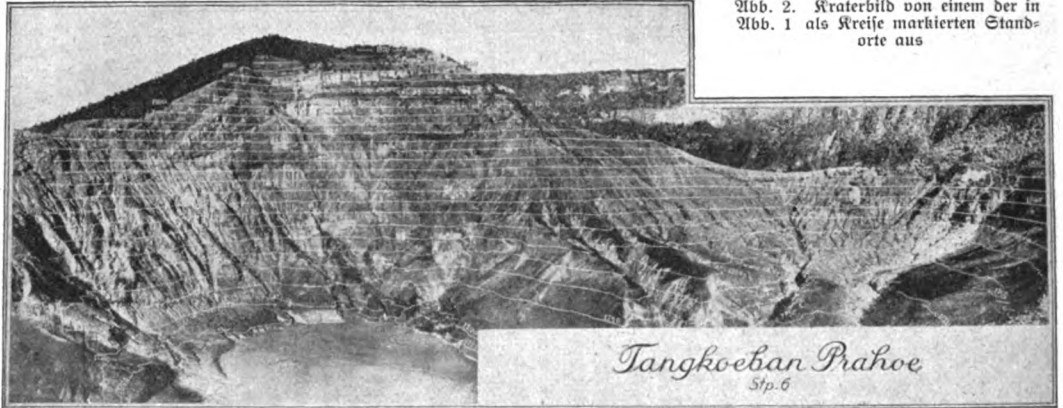
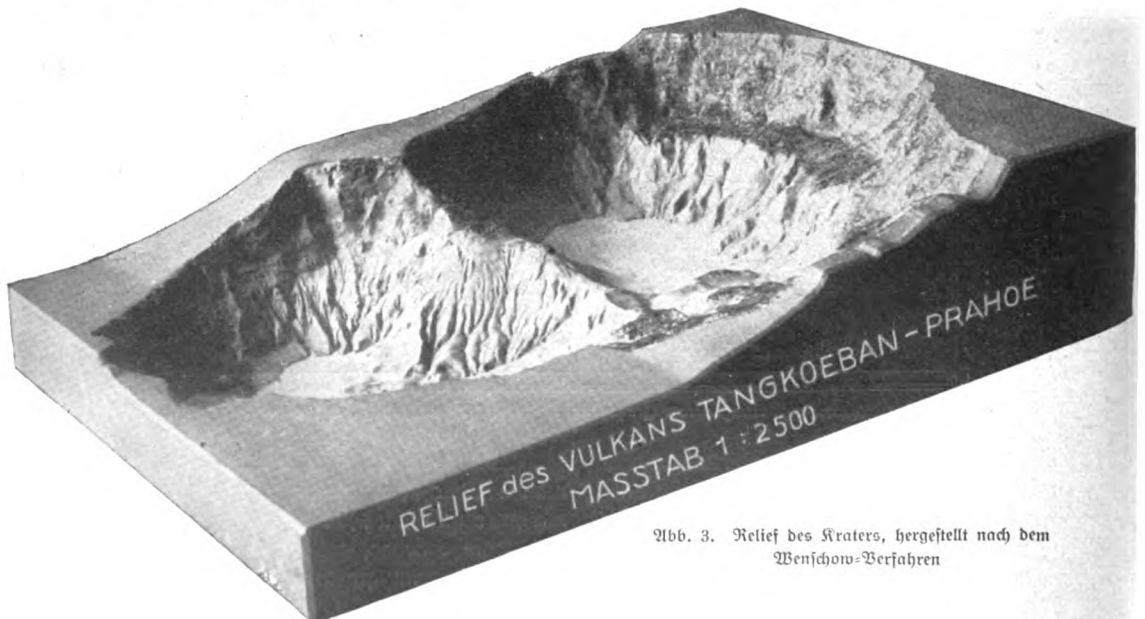

Abb. 2. Kraterbild von einem der in Abb. 1 als Kreise markierten Standorte aus
Abb. 3. Relief des Kraters, hergestellt nach dem Wenschow-Verfahren
*) Die Karte stellt nur den kleineren der beiden zum Vulkan Tangkoeban Prahoe gehörenden Krater dar. Das Relief Abb. 3 läßt beide Krater erkennen.
In Abb. 2 ist eins der vom Aufnahmeort 6 gewonnenen Übersichtsbilder zu sehen. In der Tiefe liegt der Kratersee. Im Mittelgrunde zieht sich der nach rechts abfallende, scharfe Höhenrand hin, der beide Krater scheidet. Den Hintergrund bildet der jenseitige Steilrand des zweiten Kraters. Das auf Grund der genauen Schichtenkarte nach dem prächtigen Wenschow-Verfahren hergestellte Relief (Abb. 3) gibt einen vorzüglichen Überblick über das Ganze. Im Relief ist unser Standort 6 links vorn am Rande des Kraters zu suchen.
wöhnlich wird die Marke in einer bestimmten Höhe gekuppelt und tastend am körperlichen Bilde der Landschaft entlanggeführt. Sie berührt dann alle Punkte gleicher Höhenlage, und der Stift zeichnet entsprechend eine Schichtlinie auf. In die Aufnahme Abb. 2 sind nachträglich die perspektivischen Schichtlinien eingetragen. Natürlich können sinngemäß — dann freilich ohne Höhenkuppelung — auch Wege, Häuser usw., kurz alle Einzelheiten des Geländes, aufgezeichnet werden. Der Maßstab ist gewöhnlich recht groß. Die Ausarbeitung erfolgte, was den beschriebenen Fall betrifft, in dem verhältnismäßig großen Maßstabe 1:2500, wodurch erreicht wurde, daß auch die feinsten Einzelheiten der zerrissenen Geländeoberfläche im Plan klar ausgeprägt erscheinen. Durch spätere Wiederholung der Aufnahme und Vergleich mit der früheren lassen sich auch die geringsten Veränderungen feststellen und wichtige Schlüsse auf die Vorgänge im Innern des Vulkans und etwa zu erwartende Ausbrüche ziehen.